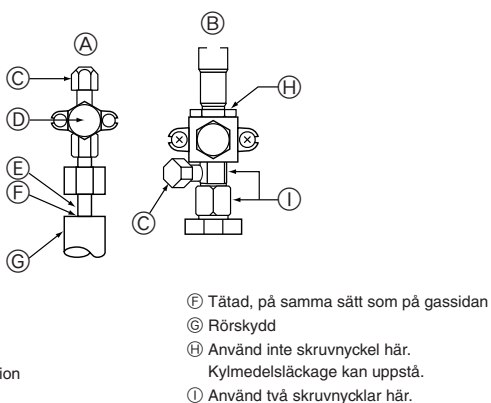

Fig. 4-5
- ① Utför anslutning av kylmedelsrör för inomhus- och utomhusenheterna medan utomhusenhetens stoppventil är helt stängd.
- ② Avlufta inomhusenheten och anslutningen av rörledningarna.
- ③ När köldmedelsrören anslutits, kontrollera om de anslutna rören och inomhusenheten läcker gas. (Se sidan 4.4. Provmetod för att kontrollera om köldmedelsrören är lufttäta.)
- ④ En högpresterande vakuumpump används vid stoppventilens serviceport för att bibehålla vakuum under lämplig tid (minst en timme efter att -101 kPa (5 Torr)) uppnåtts, för att vakuomtorka insidan av rörledningarna. Kontrollera alltid vakuumnivån vid vakuumanlutningen. Om fukt kvarstår i rörledningen kan vakuumnivån inte alltid uppnås med hjälp av vakuumpappicering under kort tid. Efter vakuomtorkningen ska utomhusenhetens stoppventiler (för både vätska och gas) öppnas helt. Detta kopplar ihop köldmedelskretsarna på inomhus- och utomhusenheterna helt.
- ⑤ Använd tätningsmedel för att tätta ändarna på värmeisoleringen runt röranslutningarna för att förhindra att vatten kommer in i värmeisoleringen.
4.4. Provmetod för att kontrollera om köldmedelsrören är lufttäta (Fig. 4-5)